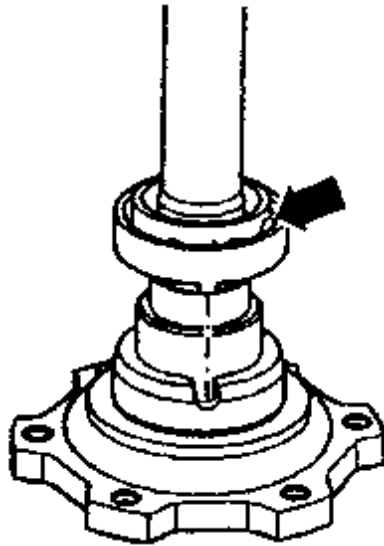

图 8-110 安装速度表 G22
(2) 如图 8-110 所示，把速度表 G22 传动轮装到法兰轴上（箭头）。它的安装位置应保证传动轮上的挡块必须插到法兰轴的槽上。必要时传动轮的安装位置表面用润滑脂涂一下再装配。